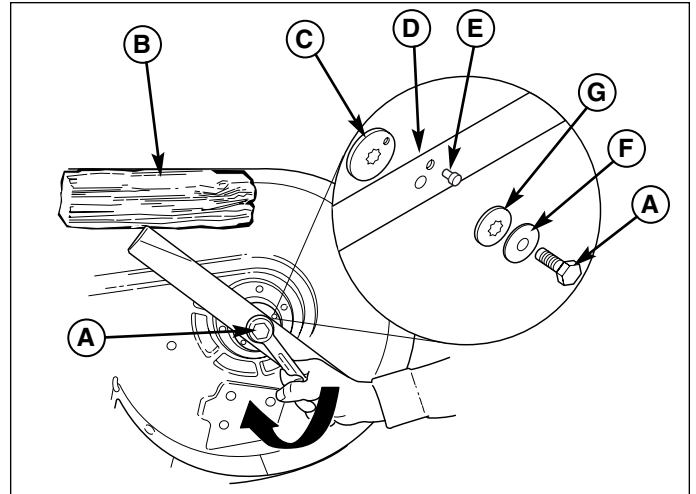
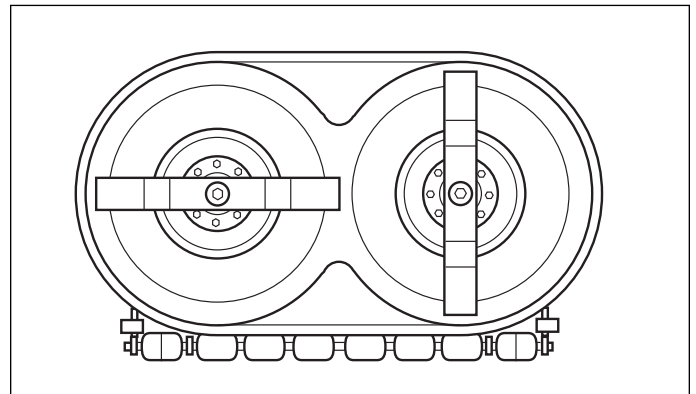

Figure 25. Installation de la lame
Figure 26. Vérification de la synchronisation des lames
Modèles de 102 cm (40 po.) : déposer la vis de fixation (A, Figure 25), la rondelle élastique (F), la rondelle cannelée (G), la goupille de positionnement (E) et la lame (D). Ne pas déposer le raccord de lame (C).
Modèles de 102 cm (40 po.): placer les lames perpendiculairement l'une à l'autre comme indiqué dans la Figure 26. Si ce n'est pas le cas, suivre la procédure de synchronisation des lames de coupe figurant dans cette section. Poser la rondelle cannelée (G, Figure 25), la rondelle élastique (F) et la vis de fixation (A). Bloquer la lame avec une cale en bois (B) pour l'empêcher de tourner et serrer la vis de fixation (A) à un couple de 61 à 75 Nm (45 à 55 pi lb).
2. Retourner la tondeuse et vérifier la position des lames. Celles-ci doivent être positionnées perpendiculaires l'une à l'autre comme l'indique la figure 25. Si ce n'est pas le cas, passer à l'étape 3.
4. Retirer le boulon de fixation (A, figure 25), la rondelle élastique (H), la rondelle cannelée (G) et la rondelle plate (F).
5. Retirer la goupille de positionnement (E, figure 25). Faire tourner la lame (D) à la main jusqu'à ce que les lames soient perpendiculaires l'une à l'autre comme l'indique la figure 26. Il est peut-être nécessaire de retirer et de faire tourner le raccord de lame (C) pour aligner le trou de lame sur le trou de raccord.
6. Remonter la goupille de positionnement (E, Figure 25), la rondelle cannelée (G), la rondelle élastique (F) et le boulon de fixation (A). Bloquer la lame avec une cale en bois (B) pour l'empêcher de tourner et serrer le boulon de fixation (A) à 61-75 Nm.